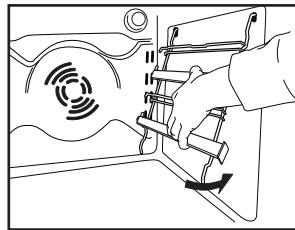

Abb. 4
- Befestigen Sie die Einhängegitter wieder im Backofeninnenraum (Abb. 4).